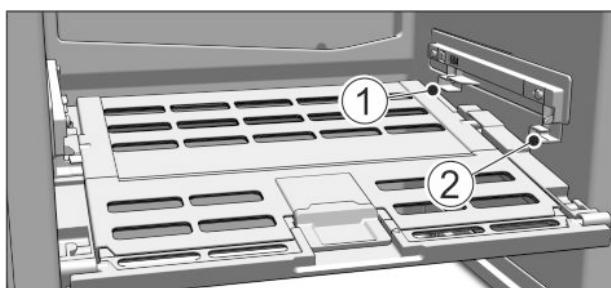

Fig. 62
- Установка крышки отделения с функцией для хранения овощей и фруктов Fruit & Vegetable-Safe: Вставить поперечные ребра крышки через низ в задний держатель Fig. 62 (1) и защелкнуть спереди на держателе Fig. 62 (2).